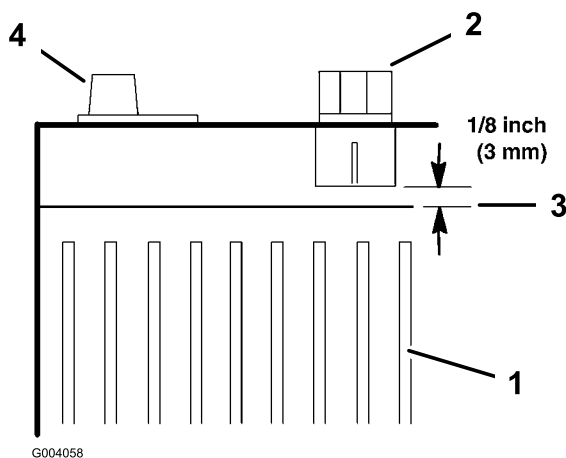

Bild 37
7. Füllen Sie genug destilliertes Wasser ein, sodass die Batteriesäure 3 mm unter der Unterseite jedes Einfüllstützens reicht (Bild 37).